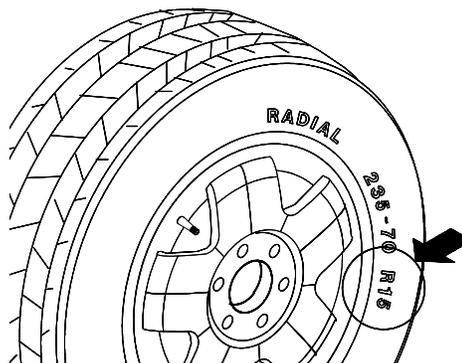

Figure 24
4.5.3 Entrer le diamètre de la jante - Sélectionner le bouton Diamètre Manuel (#11 page 9). Lire le diamètre jante indiqué sur la face latérale du pneu (Figure 24). Entrer le diamètre mesuré de la jante en appuyant sur le bouton **Diamètre** puis sur le bouton flèche **Haut** ou **Bas** jusqu'à ce que la valeur souhaitée apparaisse dans l'afficheur de droite.